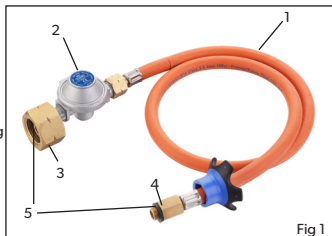

Fig 1
- Schließen Sie den Regler (2) des Adapters (Abb. 1) an die Gasflasche an, indem Sie die Sechskantmutter (3) am Gasflaschenventil (7) befestigen und die Sechskantmutter (3) mit einem geeigneten Werkzeug festziehen.
- Drehen Sie den Reglerkörper (2) nicht, während Sie die Sechskantmutter festziehen.
- Schlauch (1) beim Einbau nicht verdrehen oder einklemmen.
- Bringen Sie das andere Ende des Adapterschlauchs (4) am Gasgerät an. Handfest anziehen, um eine ordnungsgemäße Verbindung zu gewährleisten.